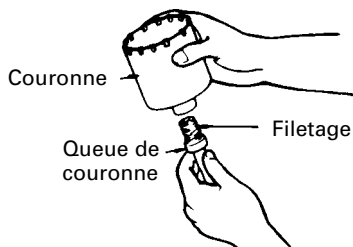

Fig. 14
- (1) Monter la couronne sur la queue de couronne. (Fig. 14)